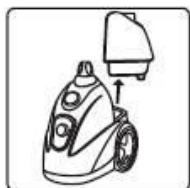

fig.10
1. Assurez-vous que l'appareil est débranché. Retirez le réservoir de la base de l'appareil en le tenant par la poignée noire située en haut. (fig.10)